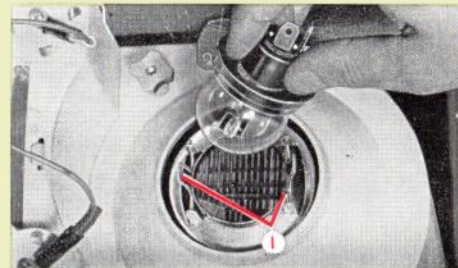

Fig. 58
- Saisir les ressorts de maintien (1 - Fig. 58) et les rabattre pour dégager la lampe; sortir la lampe et la remplacer.